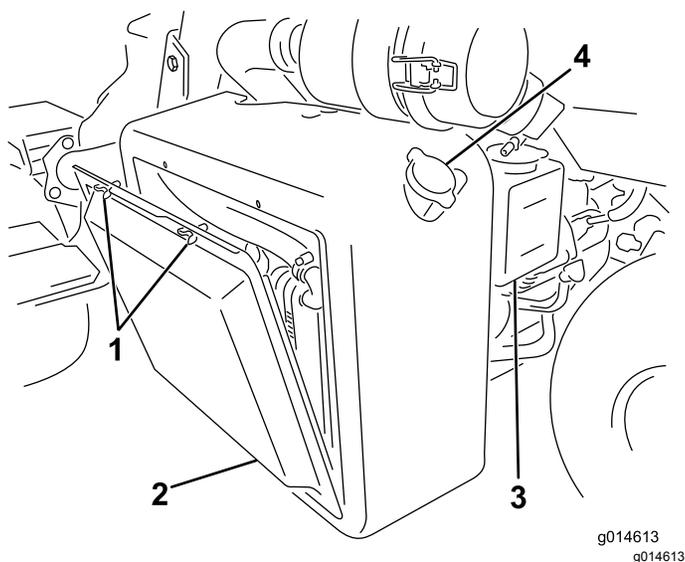
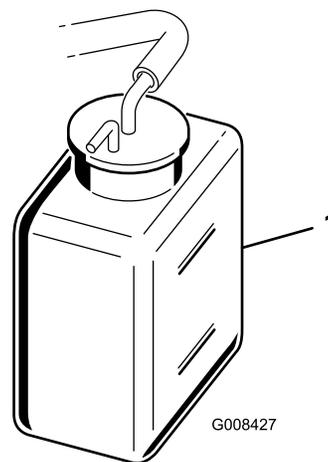

图40
图41
1. 拆下散热器吸风滤网图40。
2. 检查冷却液液位图40和图41。